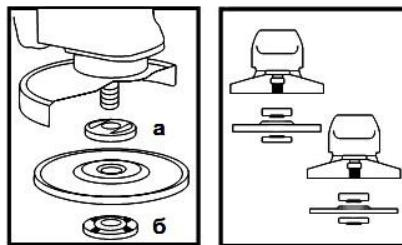

Рисунок 2
**4.4** Встановіть на виріб шліфувальний або відрізний круг. Для цього натисніть на кнопку фіксації шпинделя (1) і поверніть його до такого положення, при якому він зафіксується. За допомогою вилочного ключа з комплекту виробу відверніть і зніміть затискну гайку (б) (дивіться рисунок 2). Встановіть шліфувальний диск на посадкове місце фланцевої шайби (а) (рисунок 2), наживіть рукою затискну гайку на шпиндель і затягніть її ключем з комплекту пристладу.